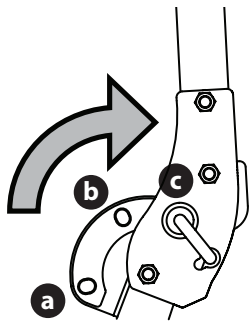

Figura 5
2. Cuando ambas chavetas de cierre estén fijas en la posición AJUSTE, levante lentamente y gire el ROPS superior desde la posición TRANSPORTE (a), pasando por la posición TRANSPORTE CON EMBOLSADORA (b) hasta llegar a la posición FUNCIONAMIENTO (c) (Figura 5).